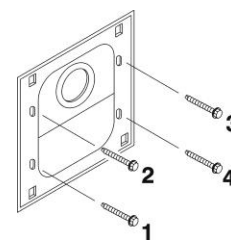

Figure 19. Vissez les vis autotaraudeuses dans les trous du panneau arrière de l'enceinte de haut-parleur
- Maintenez le panneau arrière contre la surface, à la même position que précédemment, et vissez les quatre vis autotaraudeuses par les trous de vis du panneau dans le poteau de haut-parleur ou dans le panneau de menu, tel qu'illustré à la Figure 19.